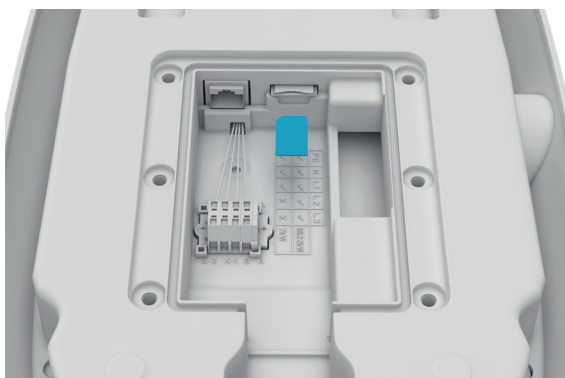

Figura 11 Inserimento della scheda SIM
- 9 Dopo aver collegato i cavi, inserisci la scheda SIM, come illustrato nella Figura 11.